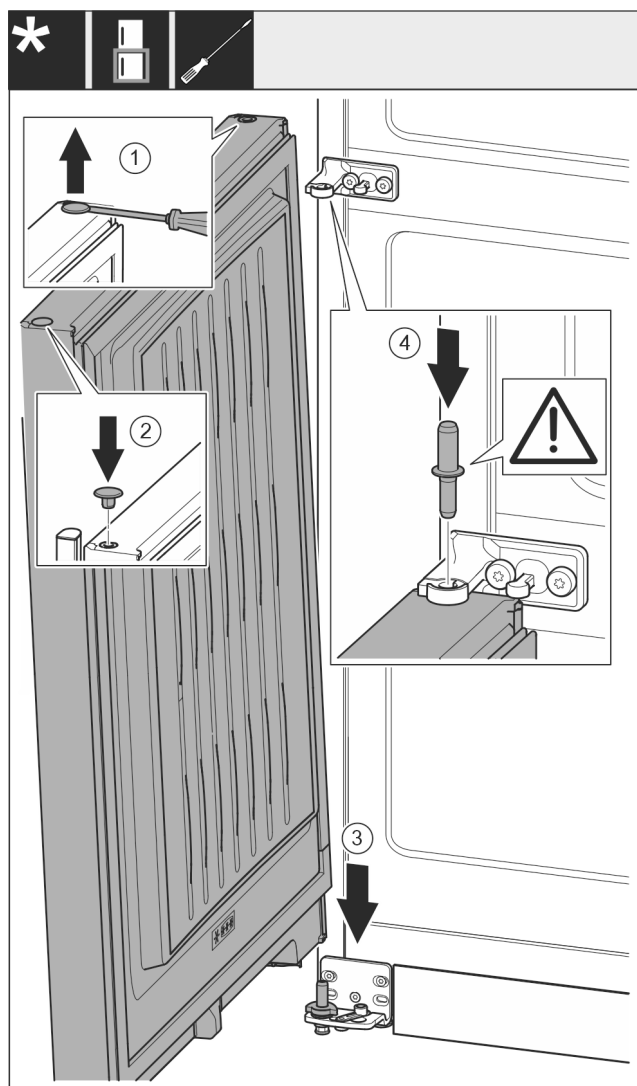

Fig. 20
- Previdno dvignite čep Fig. 20 (1) s ploščatim izvijačem in ga izvlecite.
- Čep Fig. 20 (2) ponovno vstavite na drugi strani vrat.
- Vrata Fig. 20 (3) od zgoraj nasadite na spodnji ležajni sornik.
- Vstavite ležajni sornik na sredini Fig. 20 (4) skozi ležajni podstavek na sredini v spodnjih vratih. Pri tem pazite na to, da je zaskočni zapah obrnjen nazaj.